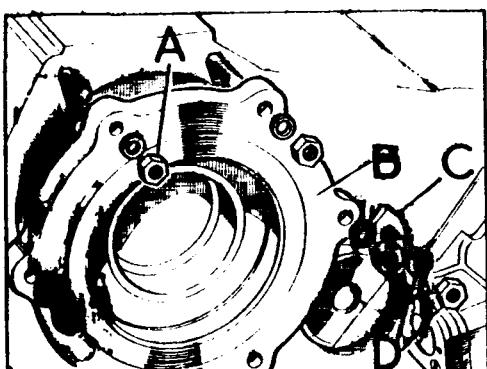

Fig. C-28 Caja del cojinete trasero - del eje de salida
- 1.4. Desmontar la caja, B (Fig. C-28) del cojinete trasero del eje de salida, o si la lleva instalada, la toma de fuerzo, soltando las tuercas, D, y retirar la tapa retén del eje intermedio.
- 2.6. Fijar el eje por medio de la placa retén, arandela y tuerca (Fig. C-28).